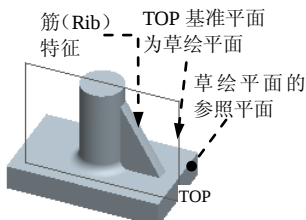

图 5.18.7 筋特征
下面以图 5.18.7 所示的轮廓筋特征为例，说明轮廓筋特征创建的一般过程：
(2) 选取图 5.18.7 中的模型表面为参照面, 方向为 **右**。